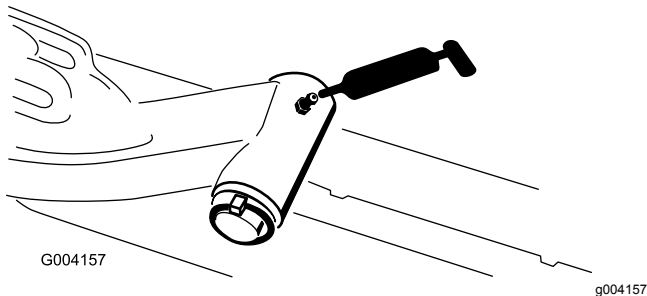

Рисунок 77
- Ось поворота подъемного рычага (по 1 шт.) (Рисунок 77)